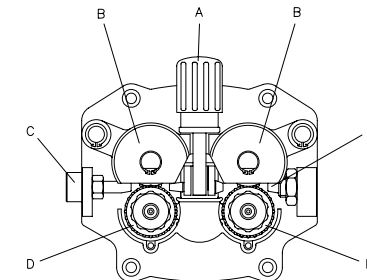

Рис. 9
- Ослабьте и освободите регулировочный винт (А) (Рис. 9). Поднимите прижимной ролик (В) подающего механизма. Извлеките сварочную проволоку из канала горелки (Е).
- Освободите конец сварочной проволоки на катушке, возьмите его плоскогубцами для недопущения разматывания проволоки. Выпрямите конец сварочной проволоки, закруглите напильником. Заправьте сварочную проволоку в подающий механизм, пропустив через входную втулку (С), нижний ролик (D) и заправьте ее в канал горелки (Е).
- Открывают боковую панель аппарата. Ослабьте и освободите регулировочный винт (А) и поднимите прижимной ролик (В) (Рис. 9). Перекусите сварочную проволоку (в случае, если она установлена), предварительно зафиксировав ее от разматывания на катушке, затем закрепите конец проволоке на подходящем отверстии. Удалите токосъёмный наконечник и сопло горелки. Вытащите остаток проволоки плоскогубцами из горелки.